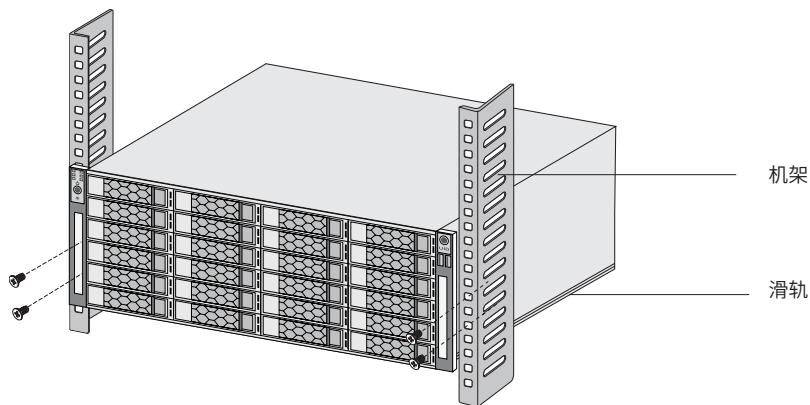

图2-1 机架安装示意图
3. 用螺钉将L型角铁固定在机架两端固定的导槽上，确保存储服务器稳定、水平地安装在机架上，如图2-1所示。